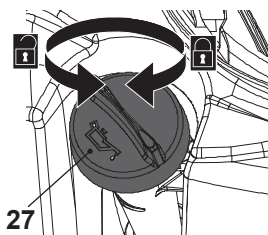

Fig. 9
1. Desaperte e remova a tampa do depósito de óleo (27) (fig. 9).